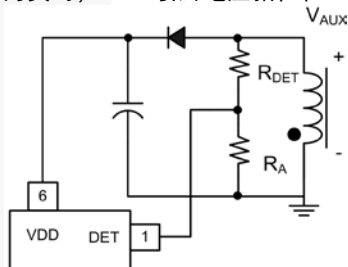

图 17. 波谷检测部分
DET 引脚通过分压器电阻连接到变压器次级绕组，一旦次级工作电流释放到零，就会产生一波谷信号。通过检测切换波形的波谷电压，实现谷底电压开启 这样确保了准谐振 (QR) 工作条件，由此降低开关损耗，且减小 EMI。图 17 显示了分压电阻 R_{DET} 和 R_A 。推荐阻值 R_{DET} 为 150 k Ω 至 220 k Ω ，以实现波谷电压开关。当 V_{AUX} (单位是图 17) 为负时，DET 引脚电压箝位在 0.3 V。